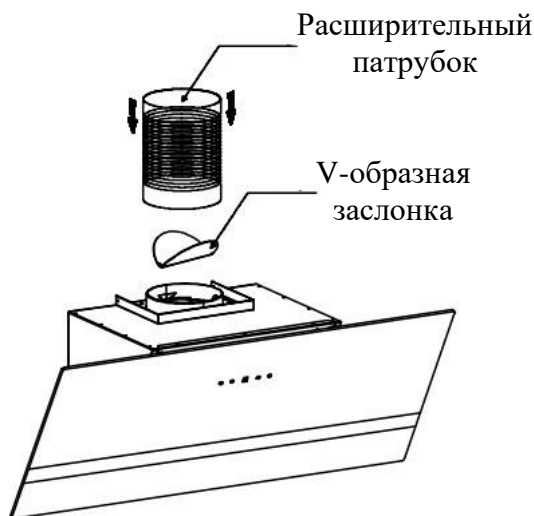

Рис. 3
- Установите V-образную заслонку и расширительную трубу на вытяжку. Смотрите Рис. 3